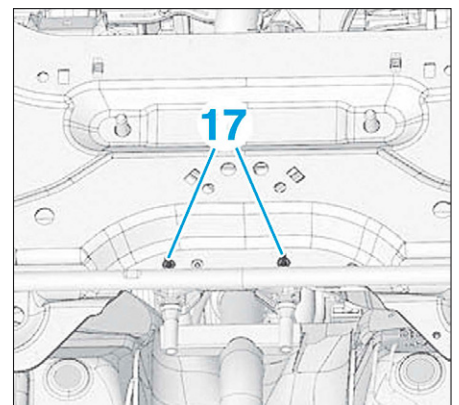

FIG. 18
- Déposer les écrous (17) et écarter le support d'échappement (Fig.18).